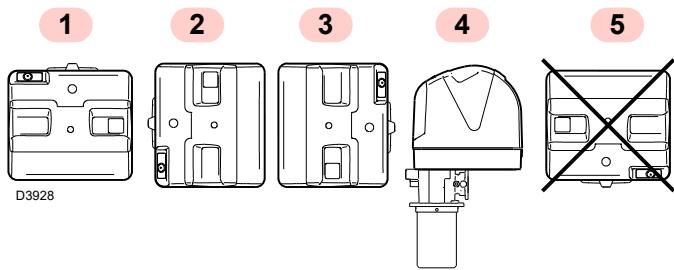

Abb. 8
- Der Brenner kann ausschließlich in den Stellungen **1**, **2**, **3** und **4** betrieben werden (Abb. 8).